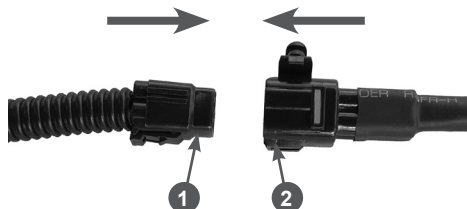

Рис. 23 Подключение электрооборудования панели
14. Соедините разъёмы цепи питания фары и обогрева рукояток (Рис. 23).